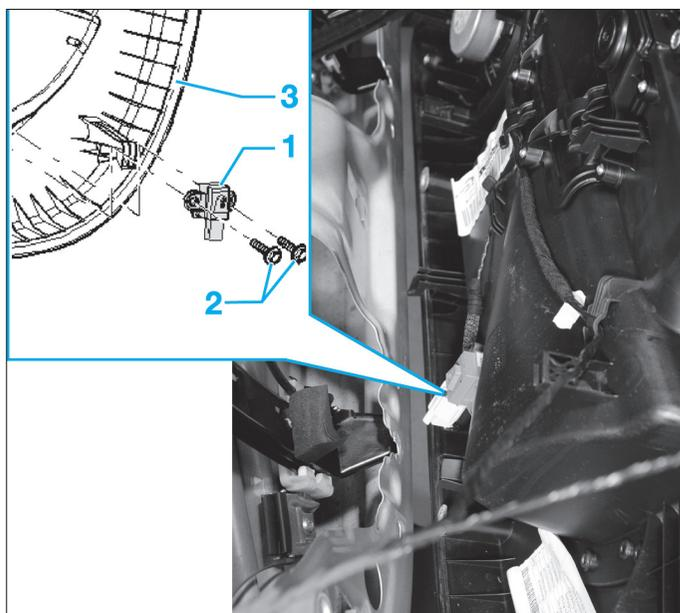

Fig. 19
- Déposer partiellement la garniture (3) de porte avant (voir chapitre "Carrosserie").
- Débrancher le connecteur du capteur de collision (1) (Fig.19).
- Déposer les deux vis (2).